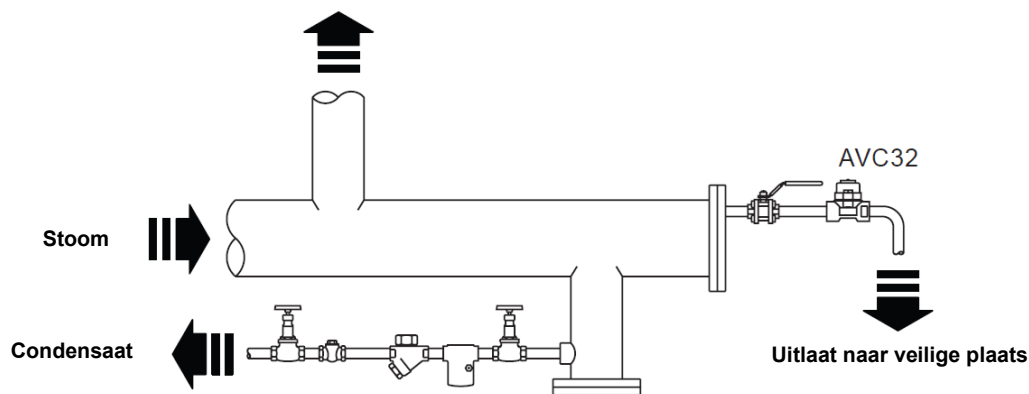

Fig. 2 Einde van een leiding
- 3.4 De AVC32 moet worden geïnstalleerd met de capsule horizontaal en het deksel bovenaan. Plaats de ontluchter op het hoogste punt van de hoofdleiding of installatie, waar de lucht zich verzamelt. Voor een maximale luchtafvoer moet de uitlaat zo vrij mogelijk zijn en via een leiding naar een veilige plaats worden gevoerd (Fig.2 en 3).